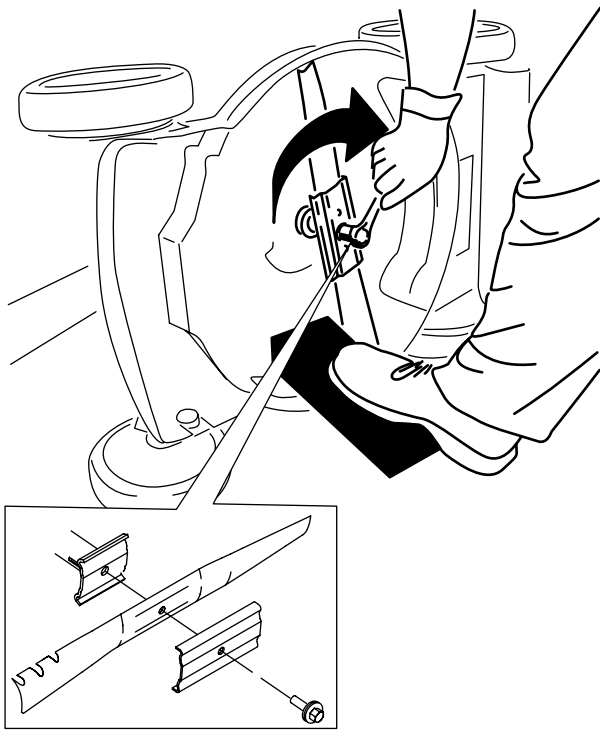

Figura 28
5. Instalați lama nouă și toate elementele de montare (Figura 28).